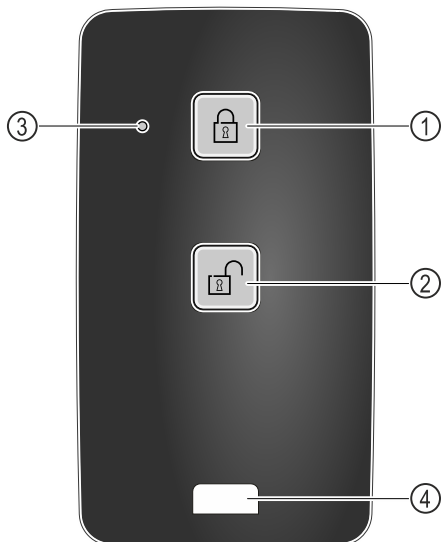

Fig. 210
- (1) Zablokować zamek
- (2) Odblokować zamek
- (3) Dioda LED statusu
- (4) Zaczep mocujący
- ▶ Nacisnąć przycisk Fig. 210 (1) na pilocie.
- ▶ Nacisnąć przycisk Fig. 210 (2) na pilocie.
- ▶ Po naciśnięciu przycisku dioda LED statusu Fig. 210 (3) generuje komunikat zwrotny.
- ▶ Zaczep Fig. 210 (4) do mocowania pilota, np. na breloku.